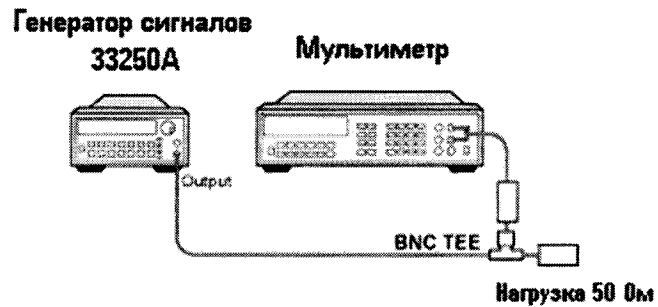

Рисунок 6
7.3.5.4 Для определения неравномерности АЧХ в частотном диапазоне от 3 до  $3 \times 10^5$  Гц используют генератор сигналов произвольной формы 33250А и мультиметр 3458А (рисунок 6). На генераторе установить уровень выходного сигнала  $-10$  дБм. Произвести измерения погрешности уровня выходного сигнала генератора на частотах 3, 50, 100, 500,  $1 \times 10^3$ ,  $5 \times 10^3$ ,  $1 \times 10^4$ ,  $5 \times 10^4$ ,  $1 \times 10^5$ ,  $3 \times 10^5$  Гц с помощью мультиметра. Зафиксировать погрешность измерения.